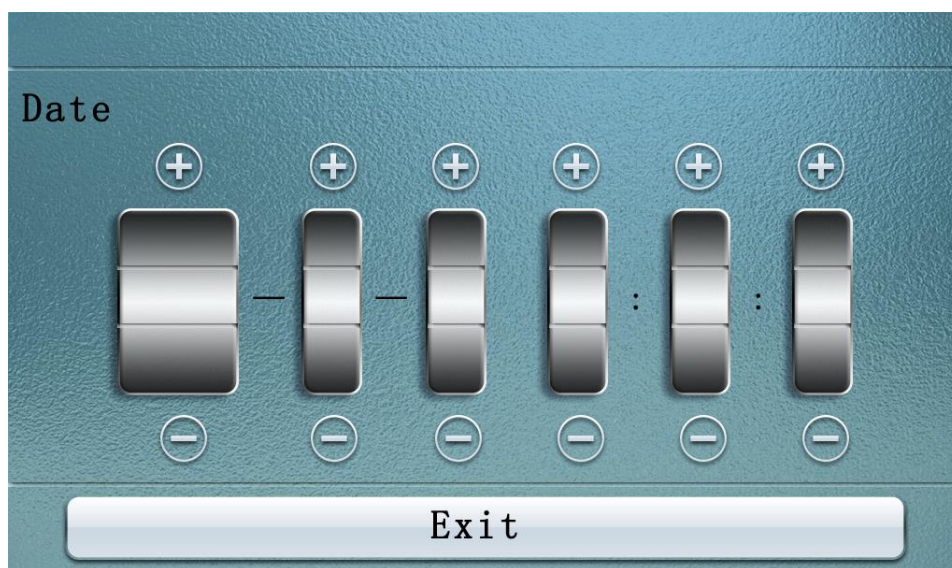

Figura 6
6. Haga clic en "modificación del reloj" en la figura 1 para ingresar a la interfaz de modificación del reloj, como se muestra en la figura 6: